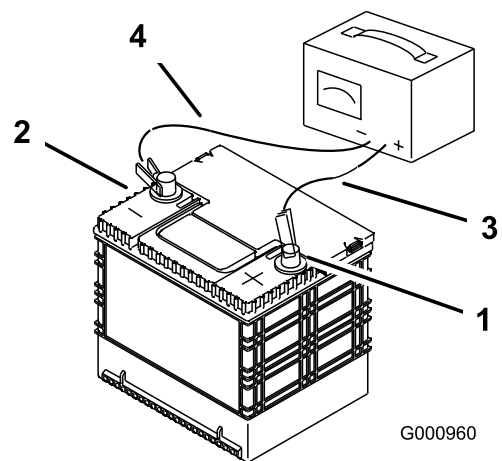

图52
3. 电池充满电之后，把充电器从插座拔掉，并把充电夹子线从电瓶电极上断开（图52）。